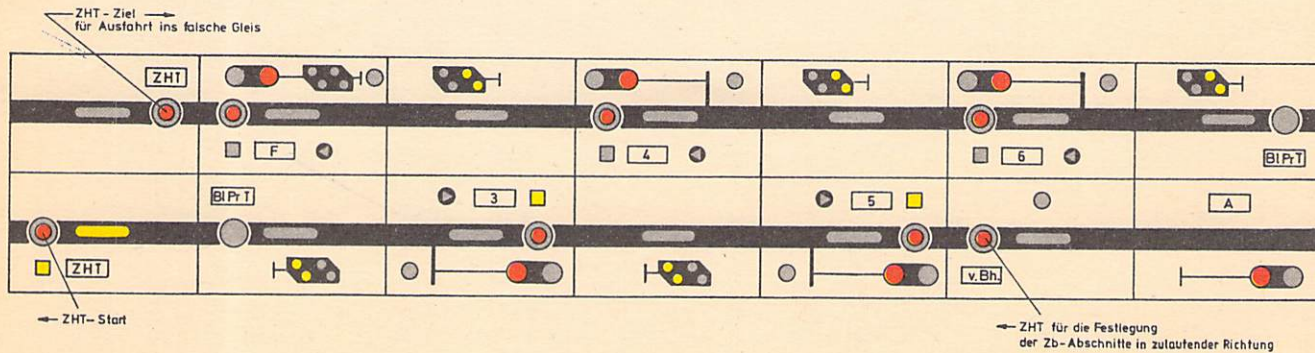

Bild 27
- (13) Für das Bedienen und Löschen der Ersatzsignale gelten dieselben Bedingungen wie bei den Ersatzsignalen der Selbstblocksignale (vgl. § 1 Abs. 8).
- (14) a) Die Zentralblockabschnitte sind für eine Falschfahrt festzulegen. Dies erfolgt für alle Blockabschnitte mit dem Einstellen der Zughilfsstraße oder durch Bedienen der Signalgruppentaste und der Zughilfsstraßentaste. Ggf. ist im letzten Blockabschnitt eine besondere Zughilfsstraßentaste vorhanden, die als Starttaste für Falschfahrten in der zulaufenden Fahrtrichtung mit der Zughilfsstraßentaste für Einfahrten vom falschen Gleis als Zieltaste zu bedienen ist (vgl. Bild 27).